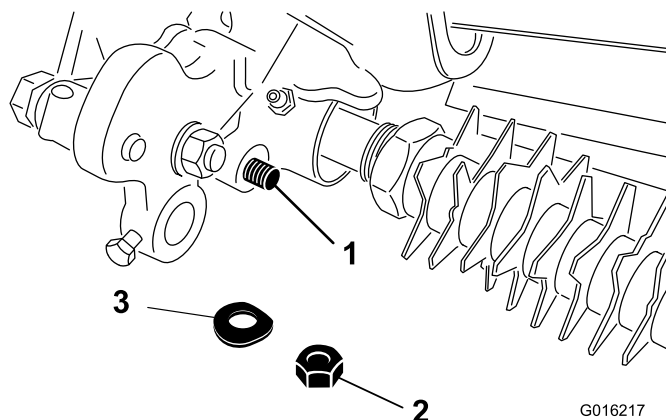

Рисунок 11
23. Прикрепите конец стержня узла рычага регулятора к узлу привода щетки с помощью тарельчатой шайбы и контргайки (**Рисунок 11**).
28. Прикрепите конец стержня узла рычага регулятора к узлу привода механической щетки с помощью тарельчатой шайбы и контргайки (Рисунок 11).